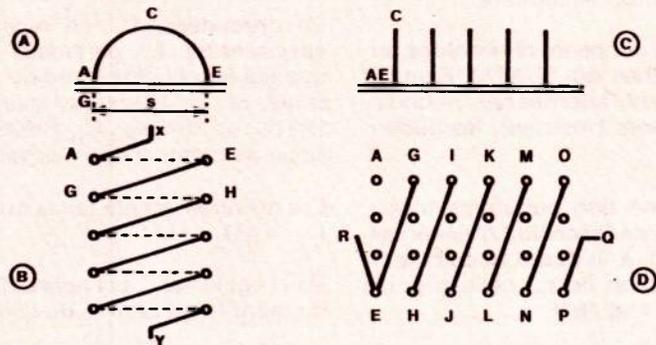

Figure 1
Les auteurs mentionnés plus haut ont créé des bobines en « D » de construction hybride. A la figure 1 on montre en (A) la spire ABCE d'une bobine constituée par la partie rectiligne AE imprimée et la partie courbe réalisée avec du fil. La bobine en « D » peut comporter une ou plusieurs spires comme on le voit en (B) de la figure 1.
En (C) de la figure 1, on montre la platine vue de profil et les plans des spires en forme de « D » comme ACE. Les points A et E sont confondus sur cette représentation.
En (D) figure 1, on montre les portions rectilignes (et obliques) des spires « imprimées » ou à la rigueur réalisées avec des strappes sur une platine à points métallisés.